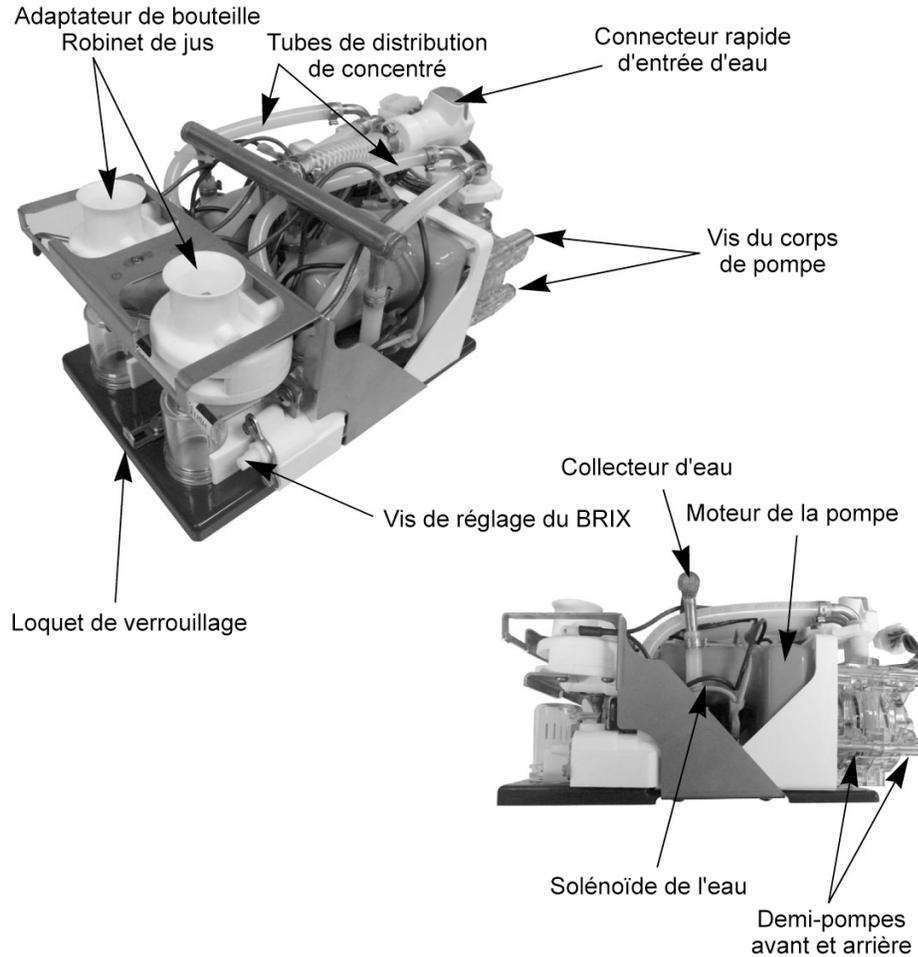

Figure 13. Détails de l'intérieur
4. Débranchez le raccord rapide de la ligne d'eau en appuyant sur le bouton gris (voir Figure 13).
5. Faites glisser le loquet de verrouillage vers l'avant. Soulevez légèrement la plateforme et tirez vers l'avant pour accéder au connecteur électrique (voir Figure 13).
6. Débranchez le connecteur électrique en pressant les languettes de verrouillage de chaque côté et en tirant sur le connecteur. Soulevez et retirez la plateforme de la pompe (voir Figure 13).
1. Retirez les deux colliers de serrage en plastique blanc des raccords des tubes de la pompe (voir Figure 13) et retirez les tubes d'alimentation en concentré des extrémités du tuyau.